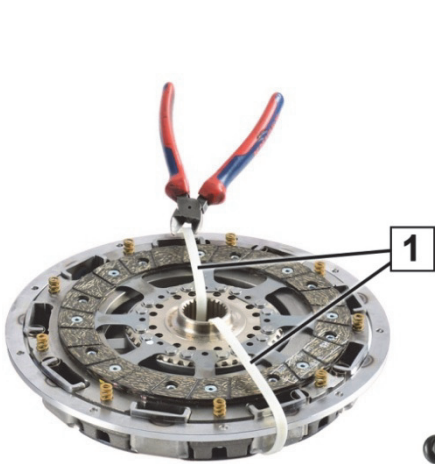
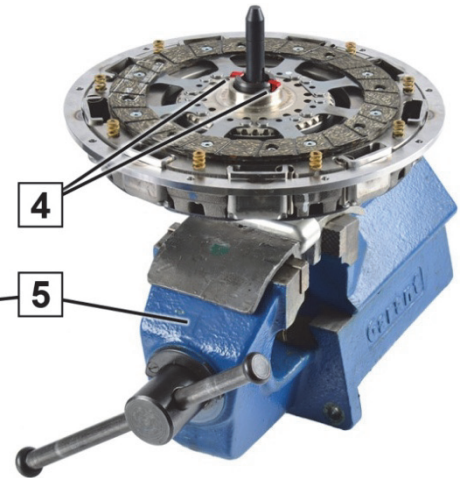

Fig. 1: Seguro para el transporte
Fig. 3: Enclavar útil especial
4. Retire el embrague bidisco (12) y sujételo con el útil especial (3) en el tornillo de banco (5) (fig. 3).
1. Coloque el embrague bidisco (12) con el disco de embrague hacia arriba sobre el banco de trabajo (fig. 1).
3. Retire el seguro para el transporte sujetacables (1) (fig. 1).
4. Presione el botón de tiro (2) para aflojar el bloqueo (4) del útil especial (3).
5. Apriete el embrague bidisco con el cubo en el útil especial (3) hasta que el bloqueo (4) fije el embrague bidisco (fig. 3).